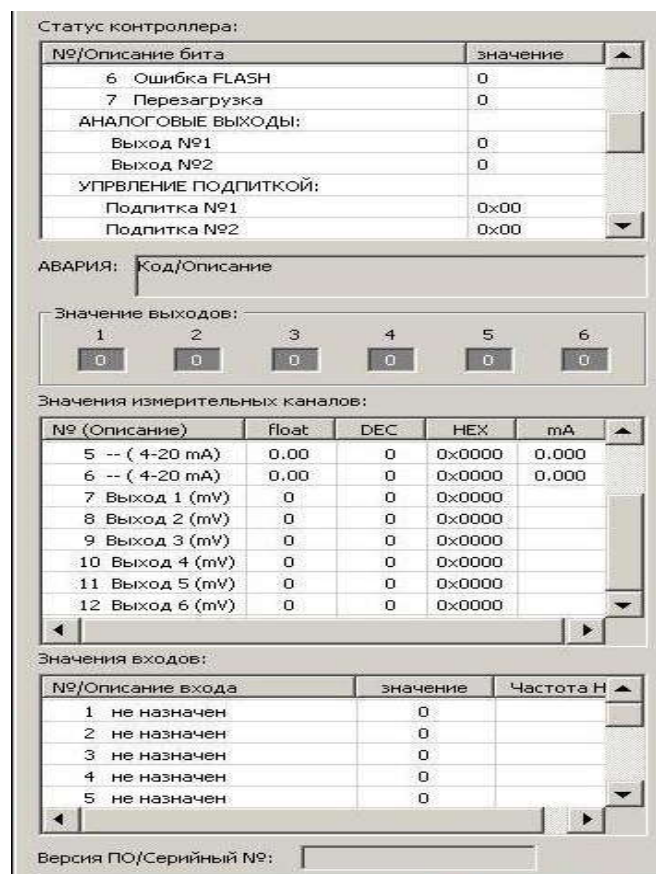

Рисунок 23 - Отображение каналов модуля
В левой части экрана отображено состояние всех каналов модуля в текущий период (рисунок 23). Далее приводится назначение приведённых таблиц.
- 3) Кратковременно замкнуть накоротко выводы X3.1 и X3.2 канала дискретных входов. Проверить отображение состояния канала ID1 в таблице **Значение входов** в левой части экрана, в первой строке № 1 (рисунок 23). Значение канала должно поменяться с 0/1 на 1/0.
- 5) Для проверки высоковольтных каналов необходимо подать переменное напряжение 220 В на контакты X9.1 и X9.2. Проверить отображение состояния канала ID12 в таблице **Значение входов** в левой части экрана, в строке № 12 (рисунок 23). Значение канала должно поменяться с 0/1 на 1/0 и значение частоты должно быть около 50 Hz.